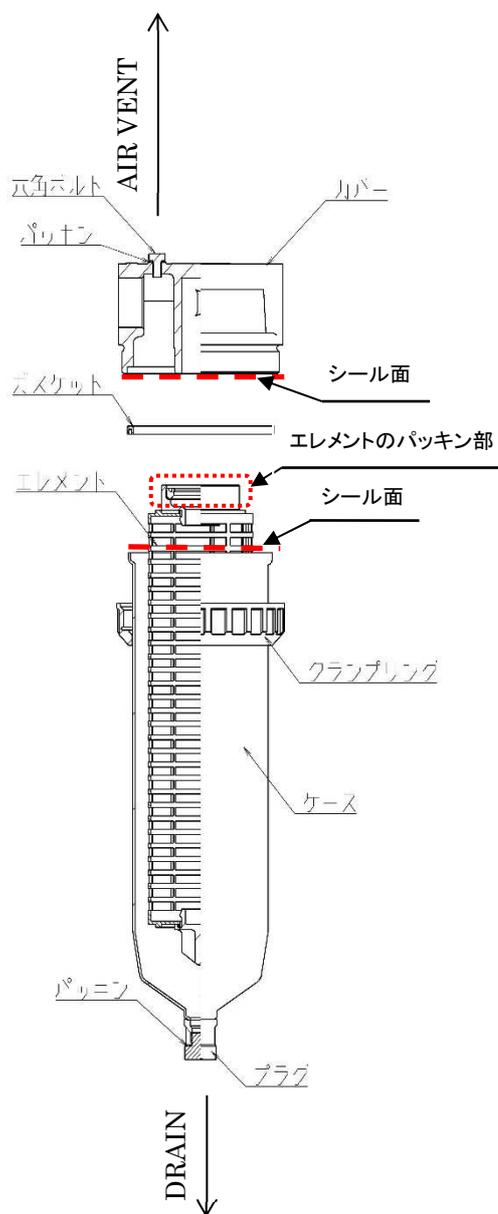

図 2.構造図
【1】エレメントの取出し(図 2.構造図 参照)
【2】エレメントの取付け(図 2.構造図 参照)
- (4) クランプリングを図 2.のようにケースにセットしてください。
- (5) エレメントのパッキン部をカバーのシート部に軽く合わせてください。
- (6) クランプリングをカバーに手でねじ込んだ後、ベルトレンチ等の工具で締め付けてください。
- (7) ドレン部のパッキンおよびプラグをセットし、エアVENTの六角ボルトを締め付けてください。